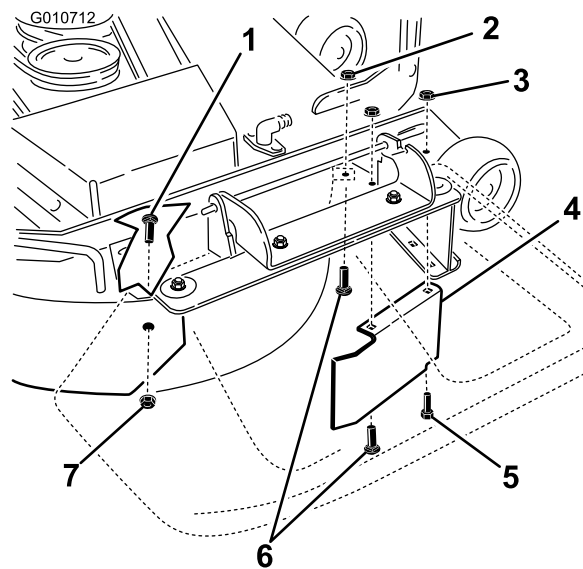

Figure 37
9. Sur la paroi arrière du plateau de coupe, retirez le boulon de carrosserie (5/16 x 3/4 po) et le contre-écrou (5/16 po) qui fixent le déflecteur au plateau (Figure 37).
le plateau de coupe, comme indiqué à la Figure 37.
13. Placez les fixations retirées précédemment dans les trous avant de la plaque d'éjection et le trou à l'avant du plateau de coupe (Figure 37).